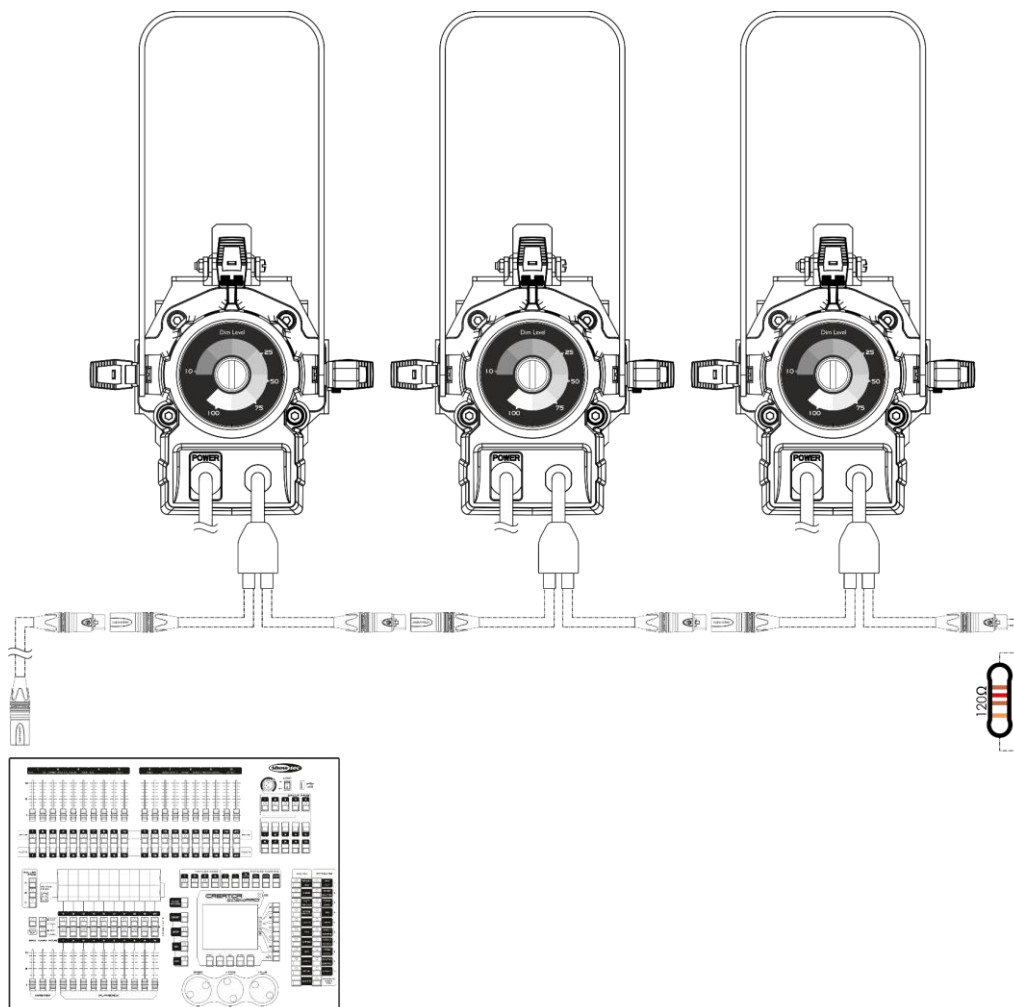

Abb. 09
- 04) Verbinden Sie die Geräte wie in Abb. 09 abgebildet. Schließen Sie den DMX-Ausgang des ersten Geräts mit einem DMX-Kabel an den Eingang des zweiten Geräts an. Wiederholen Sie diesen Vorgang, um das zweite, dritte und vierte Gerät ebenfalls zu verbinden.